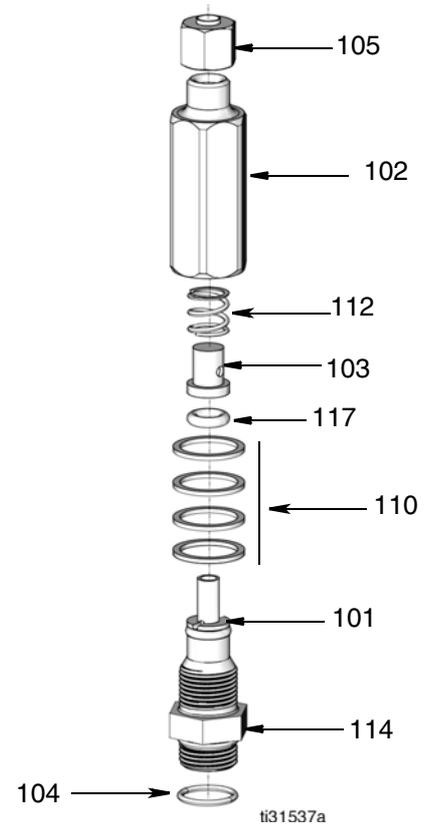

FIG. 36
Les injecteurs sont conçus pour distribuer une dose précise de graisse sur chaque point de graissage du système. Si un injecteur ne fournit pas la dose correcte de lubrifiant en un point spécifique du véhicule ou si un injecteur de remplacement de la bonne taille n'est pas disponible, il est possible de placer des rondelles entretoises de sortie (110) permettant de régler le dosage de l'injecteur (Fig. 36, page 41).
3. Utiliser une clé à molette de 5/8" pour desserrer et retirer le corps de l'injecteur (102) de l'ensemble vanne (114). Veiller à bien placer et à ne pas endommager le ressort (112), le capuchon de retenue (103) et le joint torique (117) (Fig. 36, page 41).
- Ajouter des entretoises (110) pour augmenter le volume de lubrification.
- Retirer des entretoises (110) pour diminuer le volume de lubrification.
- Remonter l'ensemble vanne injecteur. Veiller à remettre en place dans le bon ordre toutes les pièces qui ont été retirées au moment de la dépose comme illustré en FIG. 36 (page 41). Utiliser une clé de 5/8" pour serrer en appliquant que la force nécessaire pour mettre les entretoises de sortie en place (110). Serrer à 10,6 N•m (7,8 ft-lb).
- Monter l'injecteur (101) sur le collecteur (119/120). Glisser une clé à douille profonde sur l'injecteur et aligner par rapport aux méplats de l'écrou hex (114) (FIG. 36, page 41). Serrer à 10,6 N•m (7,8 ft-lb).